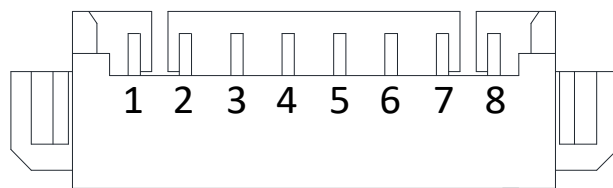

图1-6 WTB 网口接口图
- WTB 网口为 8-pin 板端插座，对应的管脚信号定义如图 1-6、表 1-2 所示。